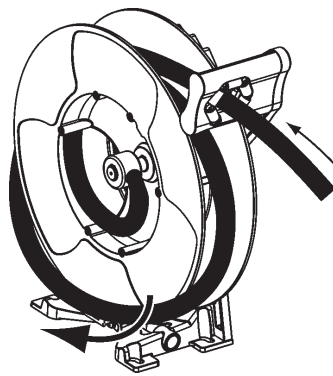

Fig.12
2. Unwind one turn and pull the hose (fig. 12).
2. Quite una vuelta de manguera del interior del disco del enrollador (fig. 12).
2. Détendre un tour de flexible et le retirer du tambour (fig. 12).
2. Wickeln Sie eine Windung ab und straffen Sie den Schlauch (Fig. 12).